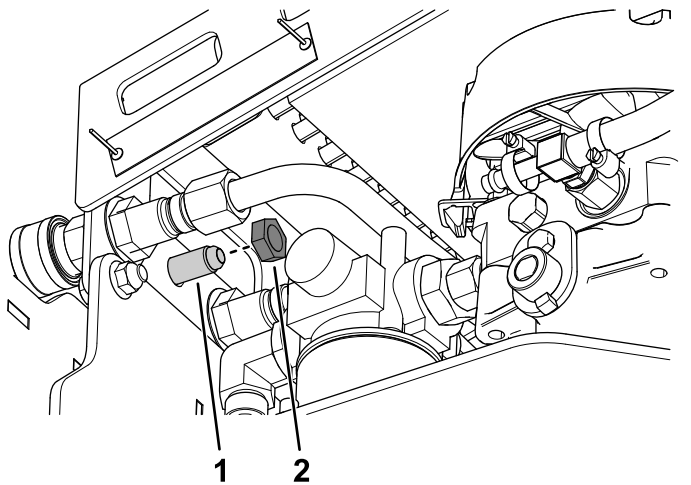

Figura 2
2. Sujete el conector pasamuros a la cubierta del enfriador usando la contratuerca que retiró anteriormente (Figura 2).